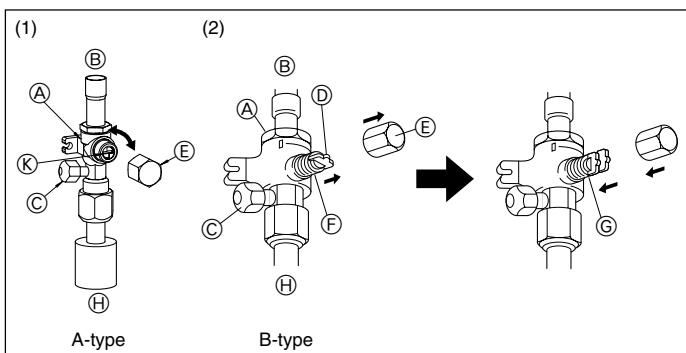
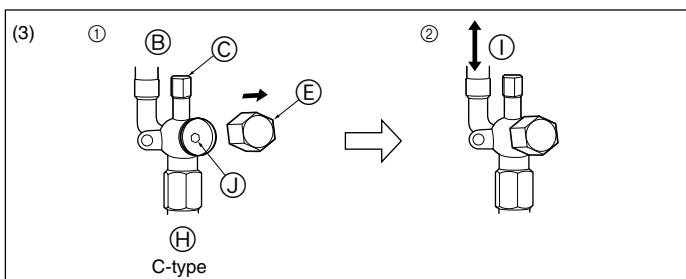

Fig. 4-6
Fig. 4-7
(1) A-type (Fig. 4-6)
① Verwijder de kap, en draai het binnenwerk met een platte schroevendraaier een kwartslag tegen de klok in om de kraan te openen.
② Controleer of de kranen geheel open zijn, en zet daarna de kap terug en vast op zijn plaats.
(2) B-type (Fig. 4-6)
① Verwijder de dop, trek het handvat naar u toe en draai dit een kwartslag tegen de klok in om de kraan te openen.
② Let erop dat de afsluitkraan geheel open is, druk de hendel in en draai de kap terug naar de oorspronkelijke stand.
(3) C-type (Fig. 4-7)
① Verwijder de kap en draai de kraanstag zo ver mogelijk tegen de klok in met behulp van een 4mm-inbussleutel. Stop met draaien wanneer de nok wordt bereikt.
② Let erop dat de afsluitkraan geheel open is en draai de kap terug naar de oorspronkelijke stand.
③ Kraan Volledig geopend
④ Unitzijde (Installatiezijde) Koelstofpijpzijde
⑤ Serviceaansluiting Richting van de binnenstromende koelstof
⑥ Hendel Gat voor sleutel
⑦ Kap Bediening binnenwerk
⑧ Volledig gesloten